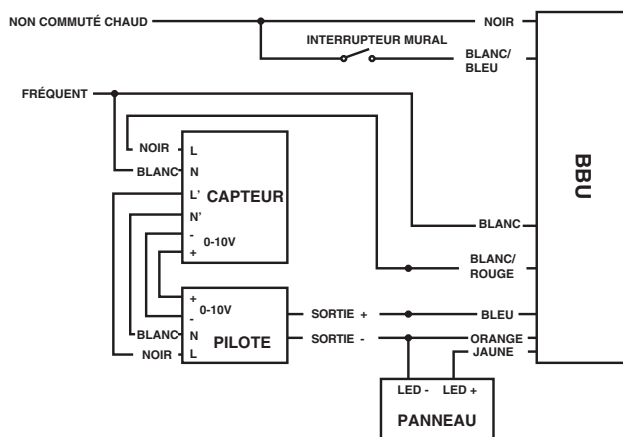

Fig. 4
4. Effectuez les connexions de câblage conformément aux schémas de câblage (Fig. 4)